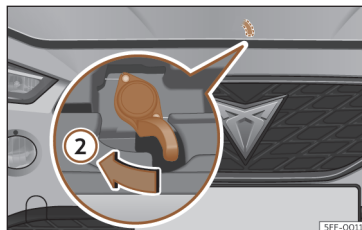

Fig. 206 Alavanca sob o capô.
- Para levantar o capô, pressione para a esquerda com a palma da mão para baixo a alavanca situada sob o capô, no centro »» Fig. 206 ②. Os ganchos de fixação ficam desbloqueados.